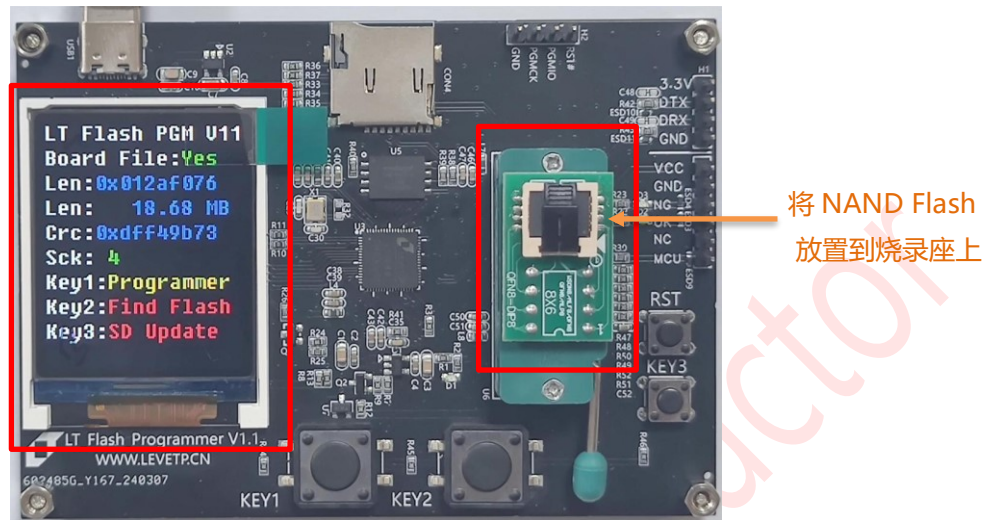
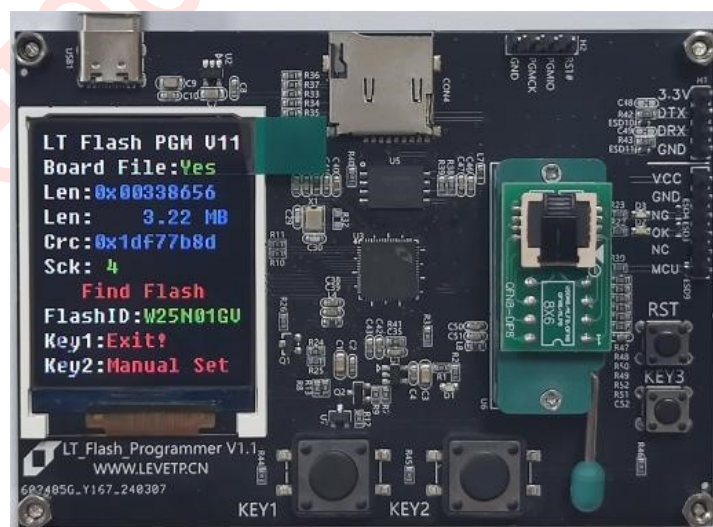
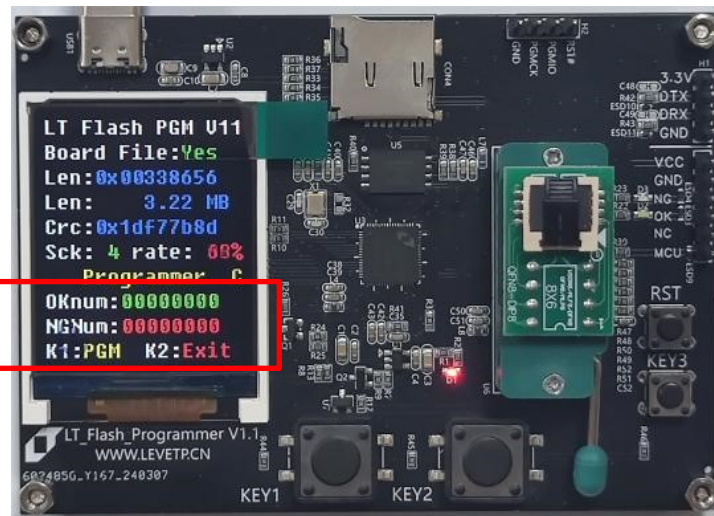

图 1-9：烧录器准备就绪时的主界面
图 1-10：烧录器检测 Flash 界面
图 1-11：烧录结果界面
F. 当烧录完成后烧录器 LCD 显示如下图 1-9。
- (1) 将需要烧录的 SPI NAND Flash 准确并牢固置入在 Flash 烧录座上，上图 1-9 红色框；
- (2) 上图 1-9 烧录器准备就绪时的主界面如果按下 KEY2 键可检测外部 SPI Flash 是否接触良好，下 KEY2 键后如下图 1-10；继续按下 KEY2 键可设置烧录速度；
- (3) 烧录座上 SPI NAND Flash 检测完后在上图 1-9 主界面状态下，按下 KEY1 键就可以对烧录座上的 Flash 进行烧录，烧录结果如下图 1-11；